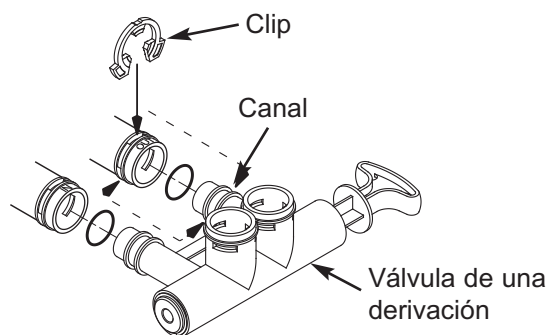

FIG. 11
5. Empuje la válvula de una derivación en la válvula del acondicionador hasta donde llegue. Fije los dos clips grandes de soporte en su lugar, desde arriba hacia abajo, tal como se muestra en las Fig. 11 y 12.